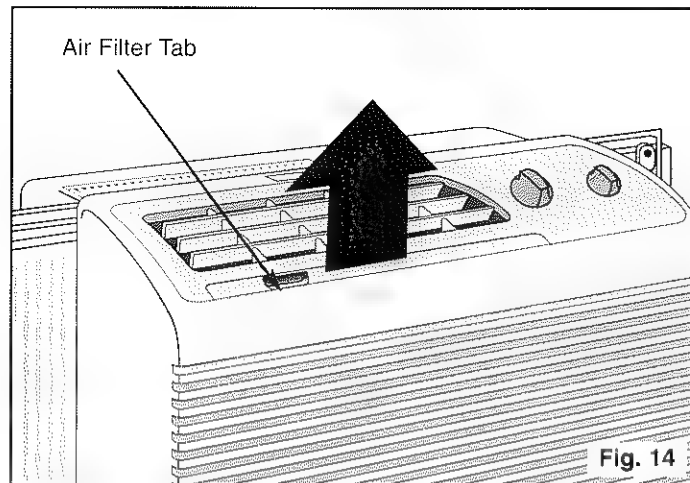

Fig. 14
1. Grasp the **air filter tab**. See Fig. 14.